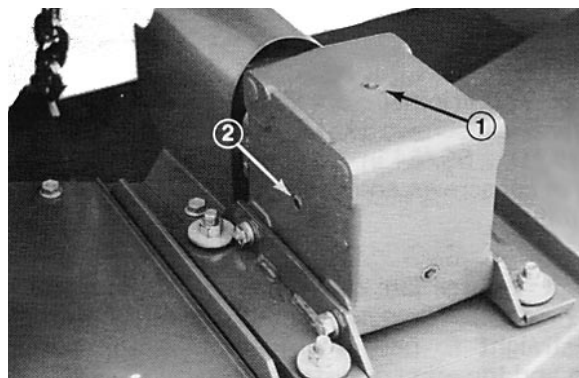

Fig. 1
2. Ta ut nivåpluggen på siden av gearkassen (fig. 1) og forviss deg om at oljen når opp til underkant av hullet. Hvis nivået er lavt, må du ta ut påfyllingspluggen øverst på gearkassen og etterfylle til oljen kommer opp til underkant av hullet på siden.